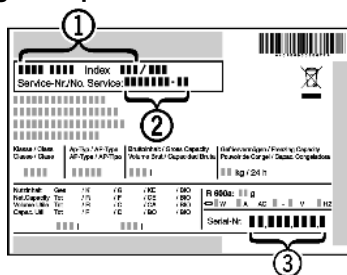

Fig. 20
- ▶ Consulter la désignation de l'appareil Fig. 20 (1), le N° de service Fig. 20 (2) et le N° de série Fig. 20 (3) sur la plaque signalétique. La plaque signalétique se trouve à l'intérieur de l'appareil, sur le côté gauche.